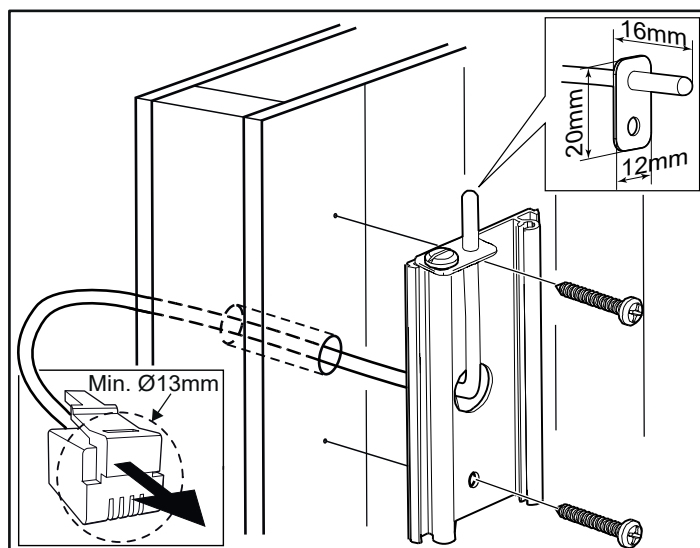

Rysunek 14. Wkręt ustalający wspornik
8. Unieruchom piec za pomocą wkrętu ustalającego (patrz rys. 14).